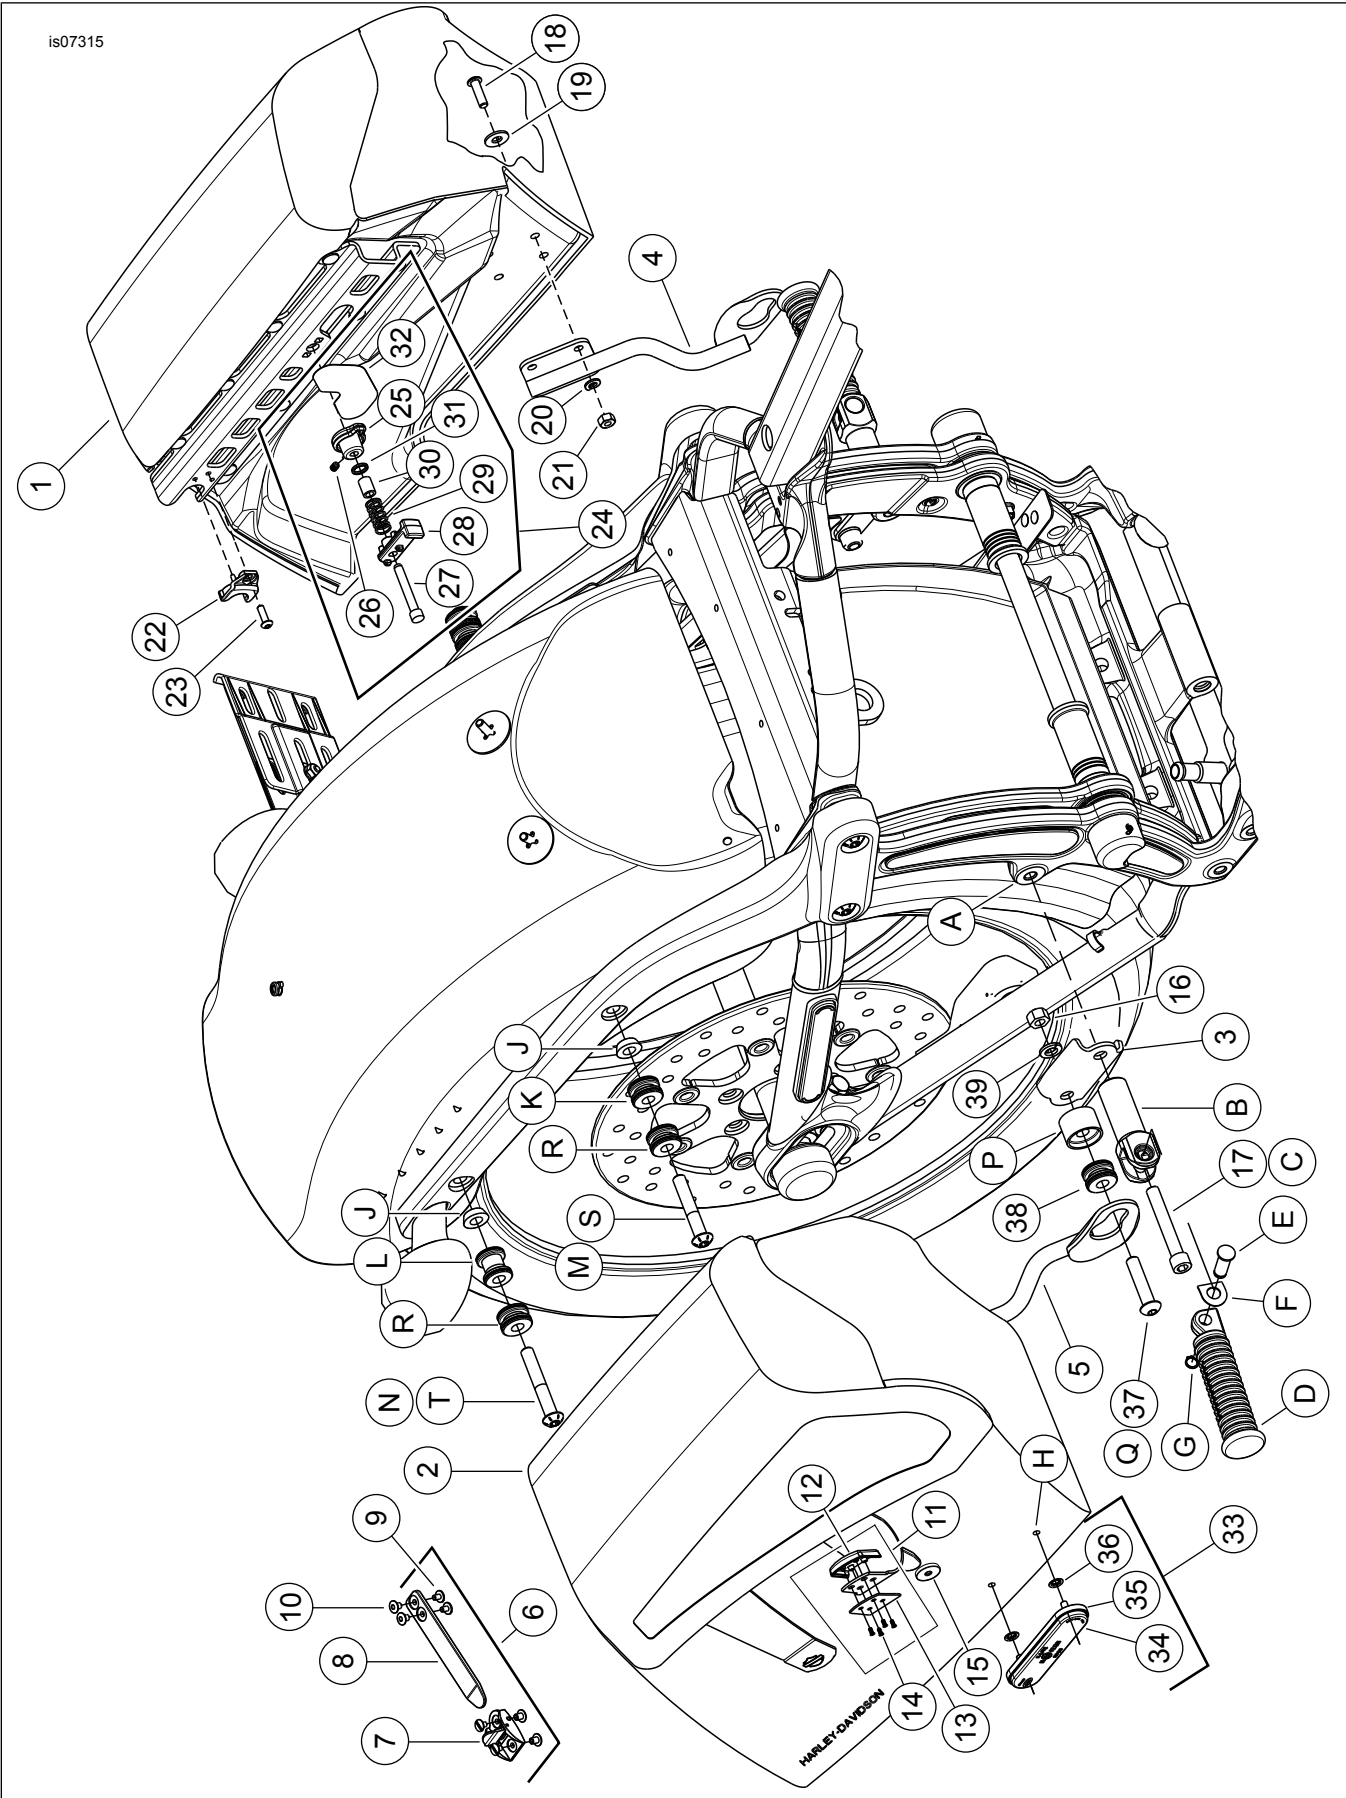

Figura 2. Parti di ricambio: Borse rimovibili FXSB/SE
2. Vedere Figura 2. Allineare il braccio di sostegno (4) ai quattro fori di montaggio della borsa di sinistra (1).
3. Fissare il braccio di sostegno (4) alla borsa (1).
- a. Inserire la vite (18) attraverso la rondella (19) e il braccio di sostegno (4) dalla parte interna della borsa di sinistra (1).
- b. Fissare la vite con la rondella di sicurezza (20) e il dado esagonale (21). Serrare a mano. Non serrare ancora del tutto in questo momento.
4. Ripetere il procedimento per la borsa di destra (2) e il braccio di sostegno (5).
1. Vedere Figura 2. Posizionare l'attacco del catarifrangente (35) vicino al lato inferiore, in posizione avanzata, della borsa, oppure in posizione retrograda, proprio al di sopra del logo Harley-Davidson®.
3. Pulire la superficie dell'attacco del catarifrangente (35) con acqua e sapone o con una miscela al 50-70 % di alcol isopropilico e al 30-50 % di acqua distillata. Attendere che si asciughi completamente.
4. Rimuovere il rivestimento dalla parte posteriore adesiva del catarifrangente (34). Collocare con cautela il catarifrangente al relativo attacco e premere con decisione al suo posto. Tenere fermo il catarifrangente in posizione con una pressione costante per almeno un minuto.
6. Installare l'attacco del catarifrangente (35) sulla borsa usando due dadi di spinta (36). I dadi a pressione sono installati dall'interno della borsa.
1. Vedere Figura 2. Inserire i perni del distanziale di ancoraggio posteriore (22) nella parte posteriore della staffa della borsa.
2. Applicare una piccola quantità di Loctite 243 – Blu alla filettatura delle viti (23) a circa 3–6 mm (1/8–1/4 in) dalla testa della vite.
2. Vedere Figura 2. Tirare la manopola (25) (posta vicino al centro, all'interno della borsa) e ruotarla verso la parte anteriore della borsa.
- Serrare le viti del 3° punto (Figura 2, elemento 18) a 6,8–10,2 N·m (60–90 in-lbs).
- Serrare le viti dell'attacco della pedalina poggiapiedi (Figura 2, elemento 17) a 33,9–40,7 N·m (25–30 ft-lbs).